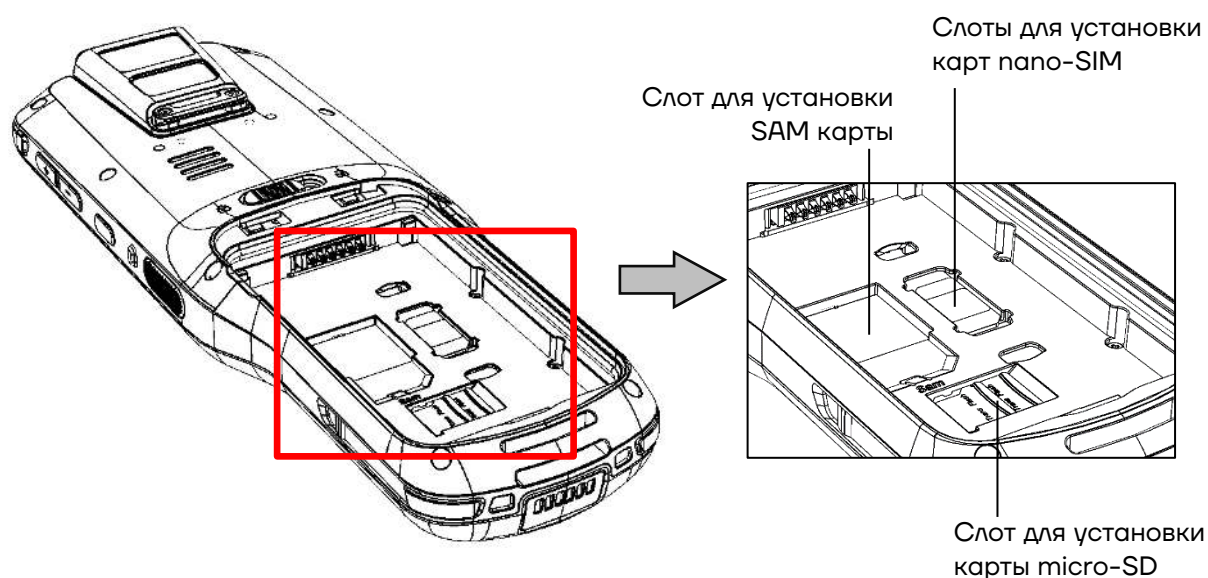

Рисунок 9. Расположение слотов для карт nano-SIM и micro-SD
- 1** Выполнить пункты 1-5 раздела «Замена аккумулятора с отключением питания». Получить доступ к слотам для карты памяти micro-SD и nano-SIM (SIM 1, SIM 2), которые расположены на дне отсека для АКБ (см. рисунок 9).